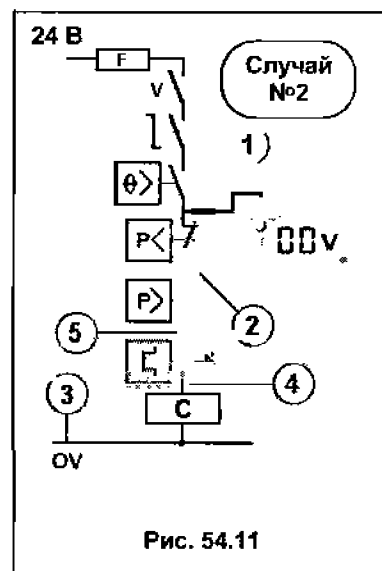

Рис. 54.11
**Случай № 2.** Вольтметр показывает разность потенциалов 0В (см. рис. 54.11).